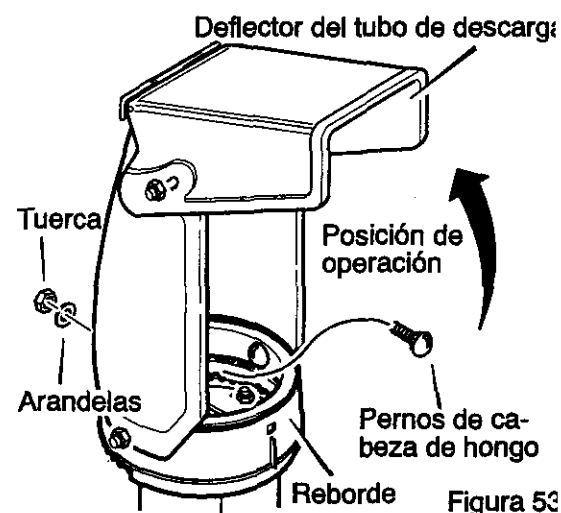

Figura 53
1. Quite el **perno cabeza de hongo**. Vea la Figura 53.